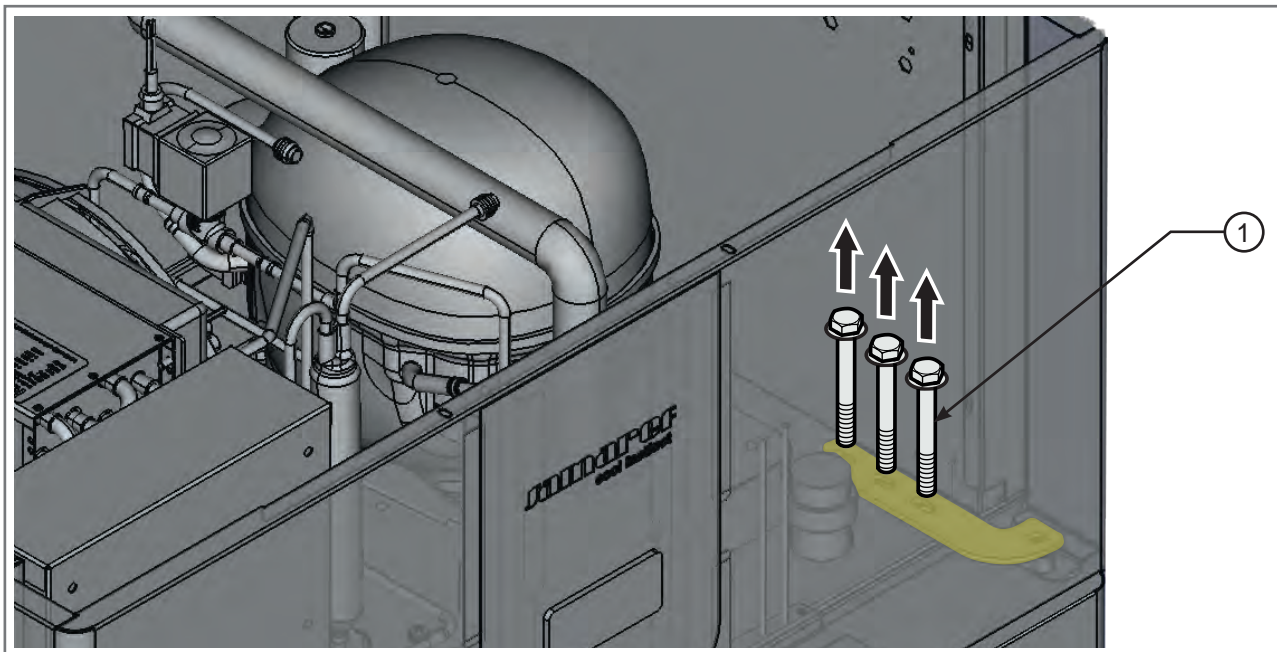

Fig 3.16 - Vis de la charnière supérieure
- Dévisser les 3 vis de la charnière supérieure (1 - Fig. 3.16).